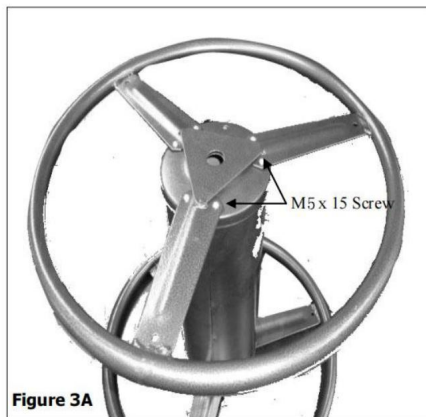

Figure 3A
3. Befestigen Sie das Schlauchaufrollerende mit (6) M5 x 15 Schrauben an der Mittelnabe. Wiederholen Sie den Vorgang auf der anderen Seite. Siehe Abbildung 3A.